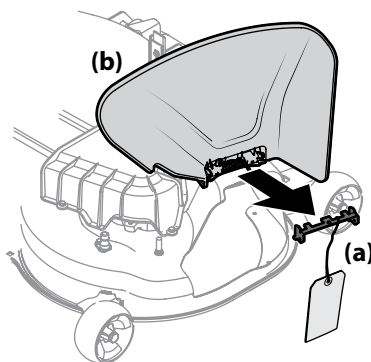

Figura 2-21
1. Inspeção o deck de corte para ver se há uma presilha de transporte (a) que pode estar segurando a calha de descarga (b) em posição para cima, para o transporte. Se a presilha de transporte (a) estiver colocada, ela precisa ser removida antes de operar o trator. Segurando a calha de descarga totalmente em pé, remova a presilha de transporte (a). Abaixar a calha de descarga (b) e descarte a presilha de trava. Veja Figura 2-21.